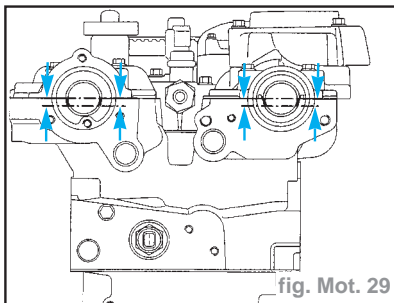

fig. Mot. 29
- Positionner les rainures des arbres à cames à l'aide du **Mot. 799-01**. Les rainures doivent impérativement être horizontales et décalées vers le bas (fig. Mot. 29).
- Positionner les rainures des arbres à cames horizontalement à l'aide du **Mot. 799-01** (fig. Mot. 29).